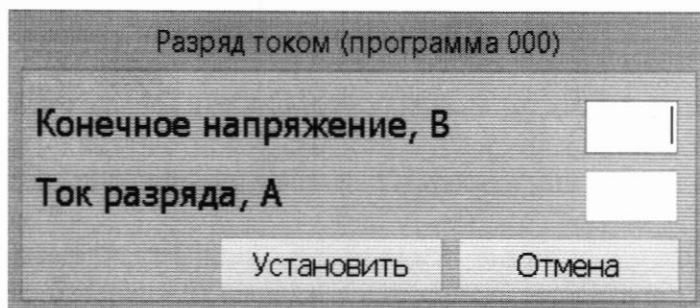

Рисунок 10 - Вид окна «Разряд током (программа 000)»
– в диалоговом окне, рисунок 10, ввести указанные ниже параметры заряда и нажать кнопку «Установить»: